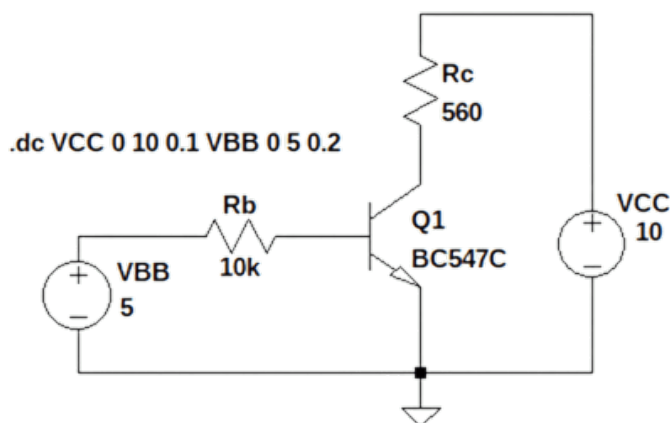

Figura 8: Circuito emisor-común con fuentes variables.
Para caracterizar el comportamiento del transistor BJT y obtener la familia de curvas del componente, se requiere realizar un análisis de barrido de corriente continua anidado. A continuación, se detalla el procedimiento operativo adaptado al circuito de la Figura 8.
1. Implemente la topología de la Figura 8 sobre la placa de pruebas (*protoboard*) utilizando el transistor bipolar de junta BC547C. Respete los valores validados en la instancia virtual: $R_b = 10\text{ k}\Omega$ y $R_c = 560\Omega$. Verifique rigurosamente el patillaje del componente (Emisor, Base, Colector) mediante la hoja de datos para evitar daños irreversibles por inversión de polaridad.